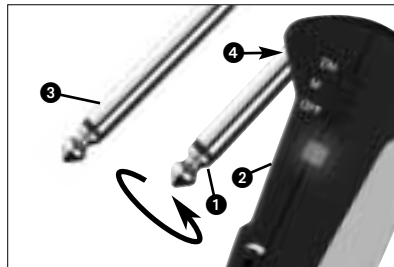

Fig. 5: Montaje del conector adaptador
4.3 Instrumentos con jack de salida empotrado (véase Fig. 5)